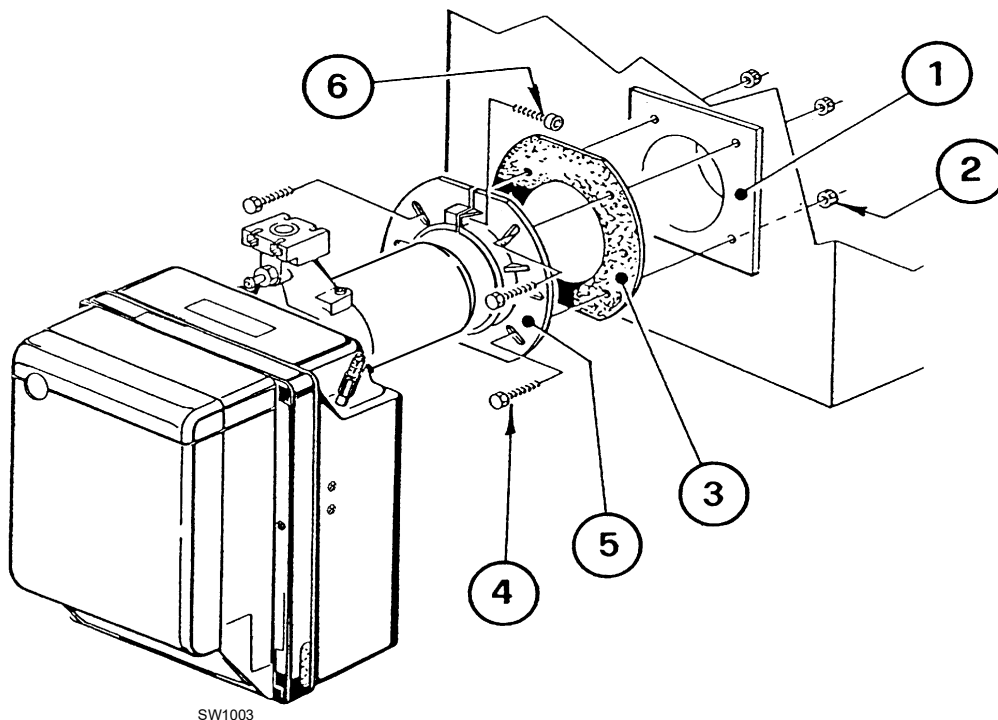

Abb. 10
- Mit den Schrauben 4) und (falls erforderlich) den Muttern 2) den Flansch 5) an der Kesseltür 1)(Abb. 10) mit der Isolierdichtung 3) montieren, aber eine der beiden oberen Schrauben 4) lockern.